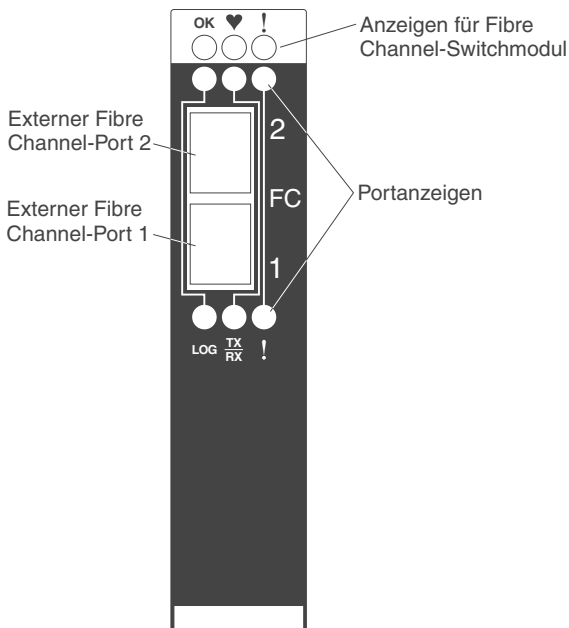

Abbildung 6. Informationsanzeige des Fibre Channel-Switchmoduls
Die Informationsanzeige des Switchmoduls enthält mehrere Anzeigen und zwei Fibre Channel-Ports, wie in Abb. 6 dargestellt.
- Zwei externe Fibre Channel-Ports zum Anschließen von Fibre Channel-Einheiten, Endeinheiten und Servern. Diese Ports werden in den Switchkonfigurationsmenüs als Port 2 und Port 1 bezeichnet und sind am Switchmodul mit 2 und 1 (von oben nach unten) markiert, wie in Abb. 6 dargestellt.